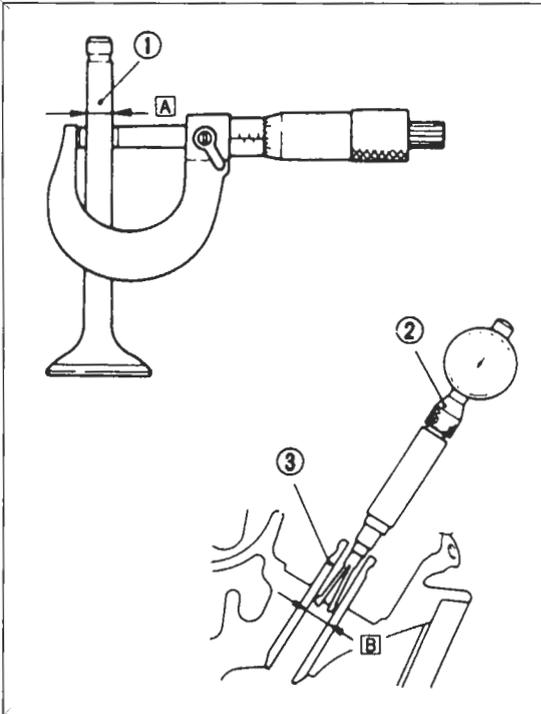

Bild 115
- Durchmesser des Ventilschafts und Innendurchmesser der Führung messen (Bild 115). Verschleissgrenze Ventilschaftspiel / Einlass 0,08 mm; Auslass 0,10 mm.